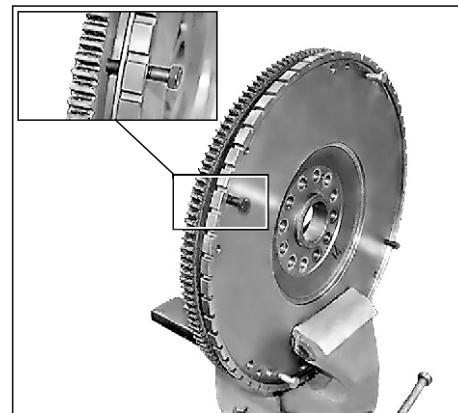

Рис. 46. Снятие зубчатого венца.
3. При необходимости замены снять венец и спрессовать его с помощью болтов M10 (см. Рис. 46).